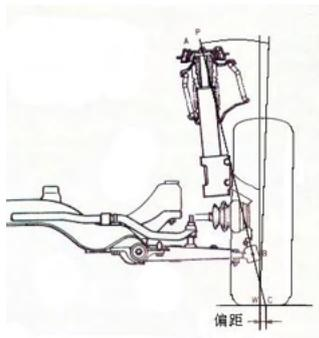

図 1-11 閉じ込め角度
1.2.2.7 封じ込め角度 (図 1-11)：
オフセットは、タイヤの研削半径とも呼ばれ、タイヤの中心線と地面の交点とキャスターの延長線と地面の交点との間の距離です (図 1-11 を参照)。キャスターの延長線と地面の交点はタイヤにあります。中心線と地面が交点の内側にある場合は正のオフセットと呼ばれ、それ以外の場合は負のオフセットと呼ばれます。負のオフセットは、車両が急加速または急ブレーキをかけているときに方向の安定性を維持するのに一定の効果があるため、ほとんどの車両には現在負のオフセット設定があります。前輪駆動車では、急加速時にズレ距離が等しくないとズレも発生し、これを加速ズレと呼びます。オフセットはホイールアライメント調整の項目ですので、標準以外のホイールに切り替える場合はホイールのオフセットにご注意ください。ホイール装着時のオフセットが合わない場合、左右のオフセットの違いにより操縦性に影響が出ますので、リム、タイヤの交換は、工場出荷時の要件に適合している必要があります。